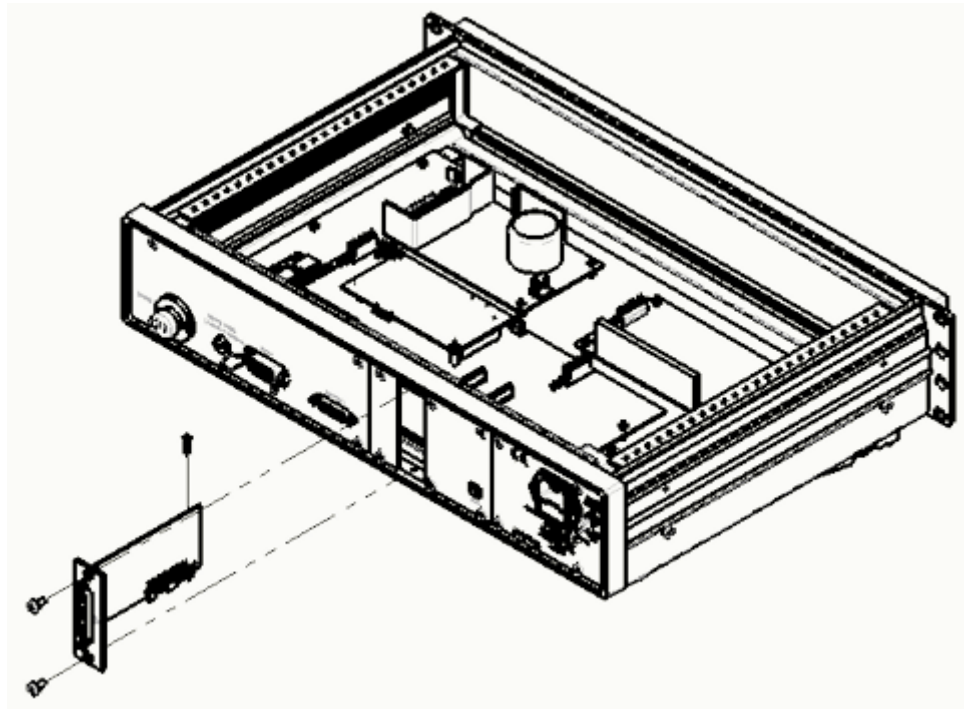

Bild 8–2 I/O-Kartenmontage
3. I/O-Karte 1 wie auf *Bild 8–2 I/O-Kartenmontage* dargestellt einstecken, wobei sichergestellt werden muss, dass sich die I/O-Kartenkomponenten links befinden.